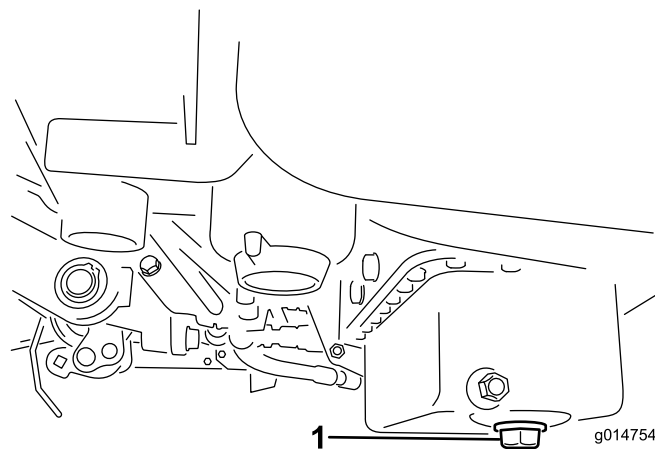

Figure 43
1. Retirez le bouchon de vidange et laissez couler l'huile dans un bac de vidange. Remettez le bouchon quand la vidange est terminée (Figure 43).